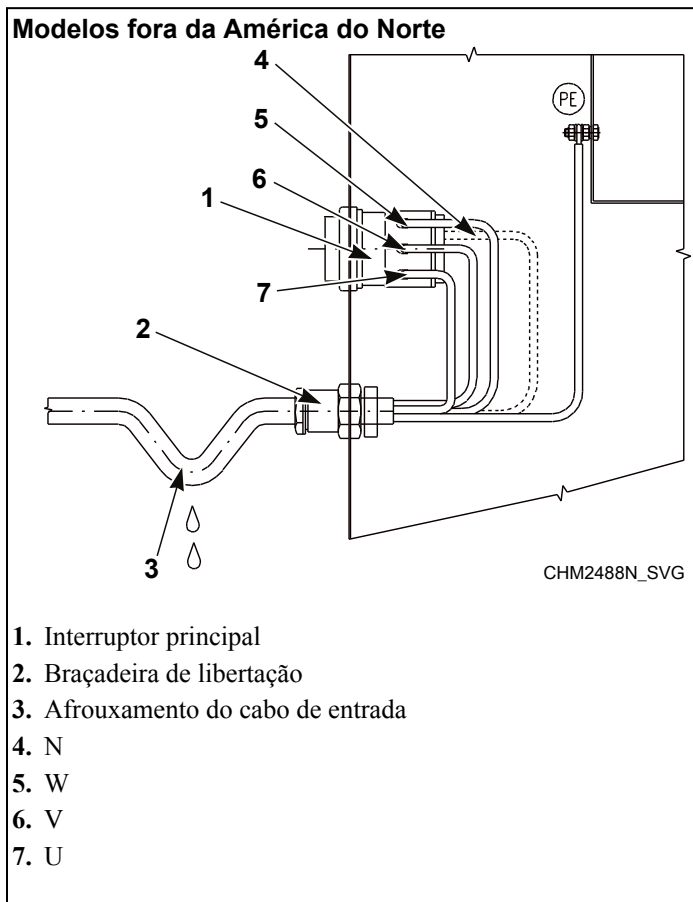
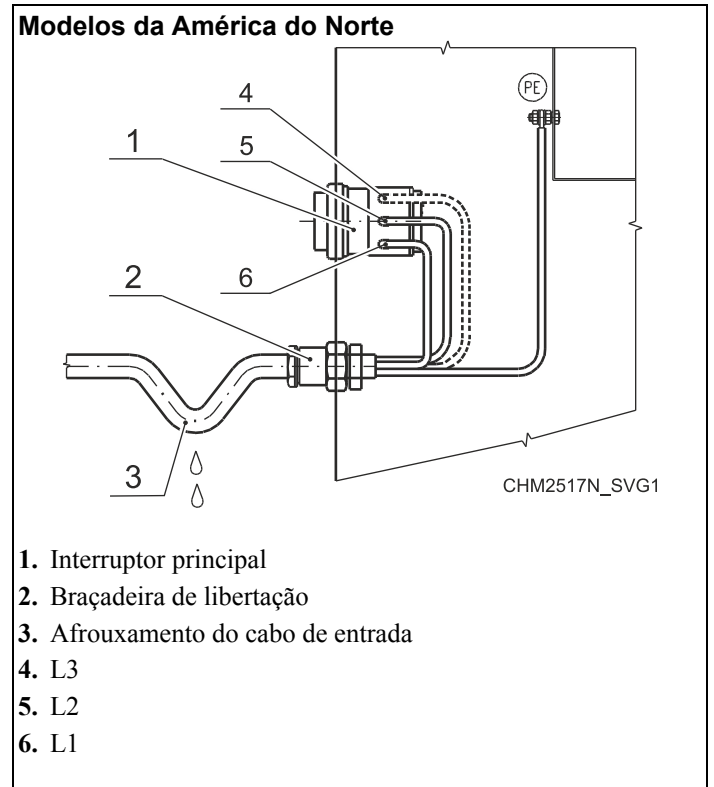

Figura 26
Figura 27
- Com condutores entrançados, utilize tubos de extremidade de fio com manga isoladora (6) para os condutores L1/U, (L2/V), (L3/W), (N). Assegure-se de que não é possível um contacto accidental, uma vez que o cabo de alimentação fica sob tensão mesmo com o interruptor principal desligado.
- Ligue os condutores do cabo de alimentação aos terminais de entrada (interruptor principal [1]) marcados com L1/U, (L2/V), (L3/W), (N) e ao terminal marcado com PE. Consulte *Figura 26* ou *Figura 27*.
- Afrouxe uma secção do cabo, à frente da respetiva braçadeira de libertação. Isto evitará que água condensada pingue para a máquina. Consulte *Figura 26* ou *Figura 27*.